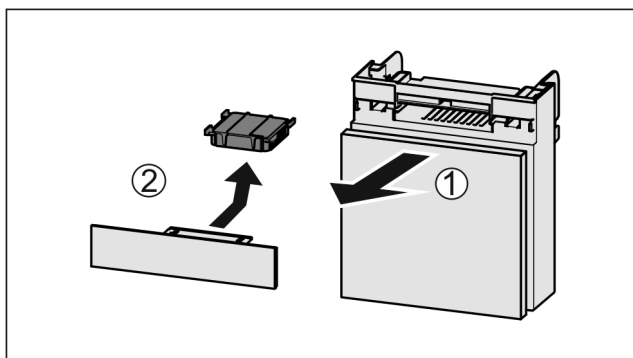

Fig. 177
- ▶ Extrageți Fig. 177 (1) compartimentul către înainte.
- ▶ Scoateți Fig. 177 (2) filtrul de cărbune activ.